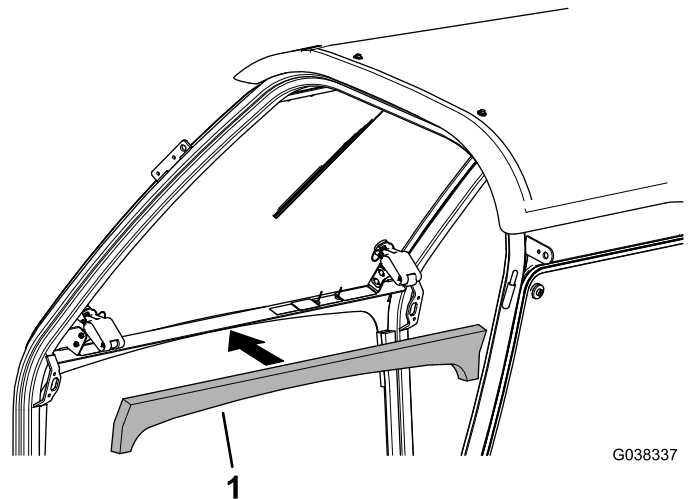

Figura 10
4. Montate la schiuma sintetica di tenuta anteriore se non è già montata (Figura 10).